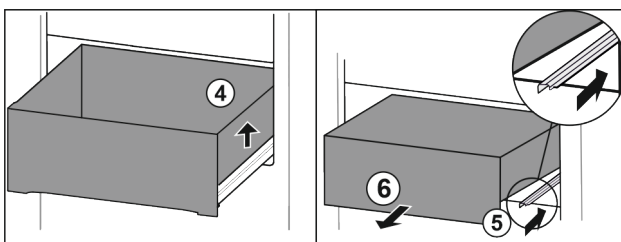

Fig. 114
- Schubfach rechts anheben. Fig. 114 (4)
- Rechte Schiene einschieben. Fig. 114 (5)
- Schubfach nach vorne entnehmen. Fig. 114 (6)